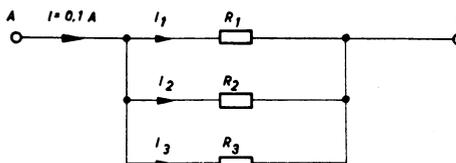

Fig. 1
1. Drei Widerstände R_1 , R_2 , R_3 sind parallel geschaltet (Fig. 1) und verbrauchen Leistungen von $P_1 = 0,25$ W, $P_2 = 0,75$ W und $P_3 = 1$ W. Berechne: